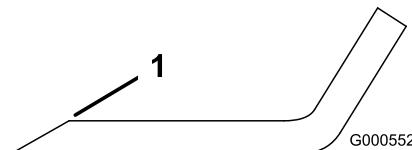

Figura 70
1. Utilice una lima para afilar el filo de corte en ambos extremos de la cuchilla (Figura 70).
**Nota:** Si la cuchilla no está equilibrada, rebaje algo el metal en la parte de la vela solamente (Figura 70).